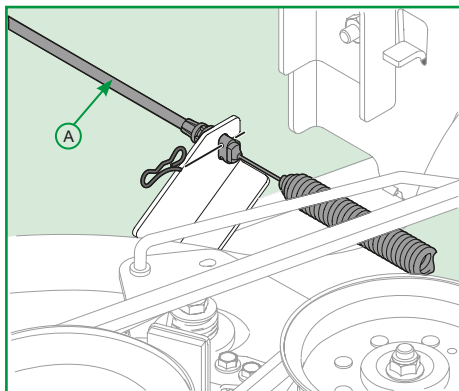

Figura 24
9. Cuidadosamente, retire el cable del PTO (A) del soporte que está localizado en la trasera de la plataforma de corte, retirando la grampa de seguridad. Retire el espiral del soporte de la plataforma de corte, conforme Figura 24;
6. Cuidadosamente, fije el cable del PTO en el soporte que está localizado en la traseña de la plataforma de corte con la grampa de seguridad y fije el resorte en el soporte de la plataforma de corte conforme la Figura 24;